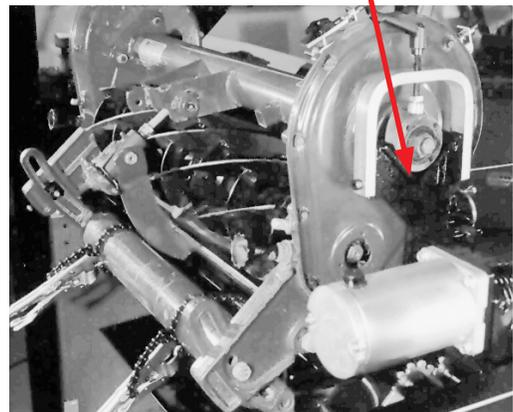

FIG. 28
C. En cortacéspedes de calle con transmisión por contacto al suelo y cubos expuestos, se debe usar el Kit de Montaje de Carrete Arrastrado OPCIONAL 18574. Normalmente, los soportes superiores se colocarán en los dos orificios superiores de los soportes inferiores, con la "V" desplazada hacia la parte trasera de la máquina. Ver FIG.28.